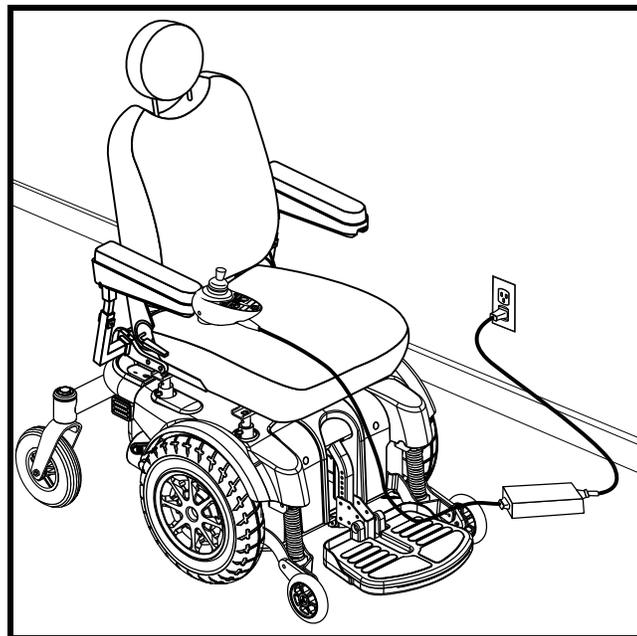

Figure 22. Recharge des batteries
1. Placez l'avant du fauteuil près d'une prise électrique ordinaire. **Voir la figure 22.**